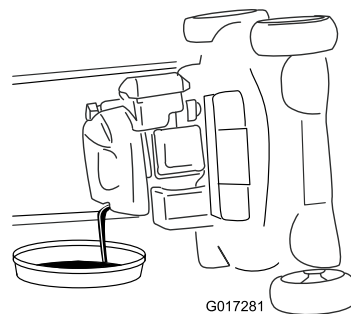

Рисунок 31
6. Извлеките шпунт и слейте использованное масло в поддон для сбора масла (Рисунок 31).